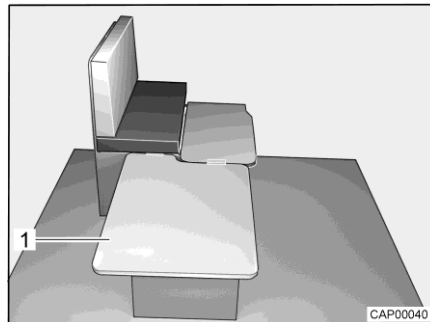

Bild 33 Während des Umbaus
- Einlegebrett (Bild 33,1) seitlich an der Sitzbank einhängen und auf den Tisch legen.